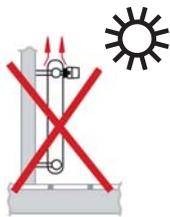

Figura 1
- Evitare l'esposizione diretta ai raggi del sole e alle correnti d'aria (figura 1).